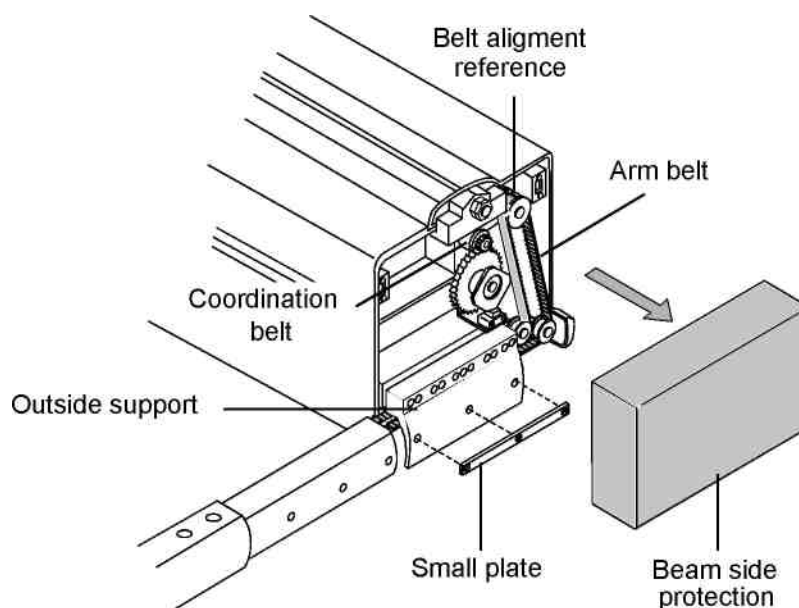

Рис.3-7.
4. Установите кронштейн деки в паз внешней опоры таким образом, чтобы произвести установку ремня на соответствующих шкивах, опираясь на рисунок (Рис.3-7). Убедитесь, что отметки, отмеченные на ремне и кронштейне, совпадают; в противном случае поправьте положение ремня кронштейна.